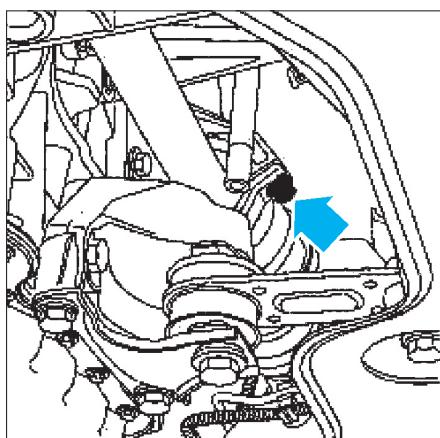

FIG. 4
- Déposer la vis de fixations du palier de la transmission sur la boîte de vitesses (fig. 4).